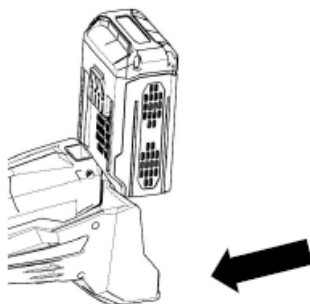

Fig .4
1. Insérez la batterie dans les emplacements jusqu'à ce que vous entendiez un « clic » (Fig. 4).